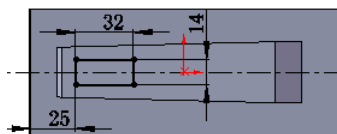

图 12.2.9 横断面草图
② 定义横断面草图。在草图环境中绘制图 12.2.9 所示的横断面草图。
(3) 定义切除深度属性。在“切除—拉伸”对话框 **方向 1** 区域的  下拉列表中选择 **给定深度** 选项，在  中输入深度值 1.0。其他选择默认设置值。
(4) 单击  按钮，完成切除—拉伸 1 的创建。